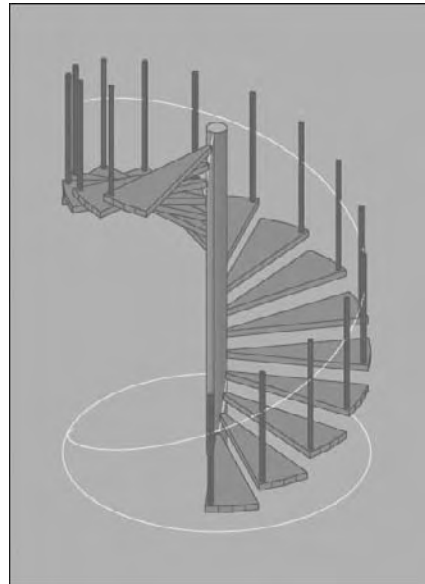

Fig.15.8
- 1 Tracez une hélice avec les valeurs suivantes : Rayon 106.12 – Tours 1 – Hauteur de l'hélice 270 (fig.15.8).